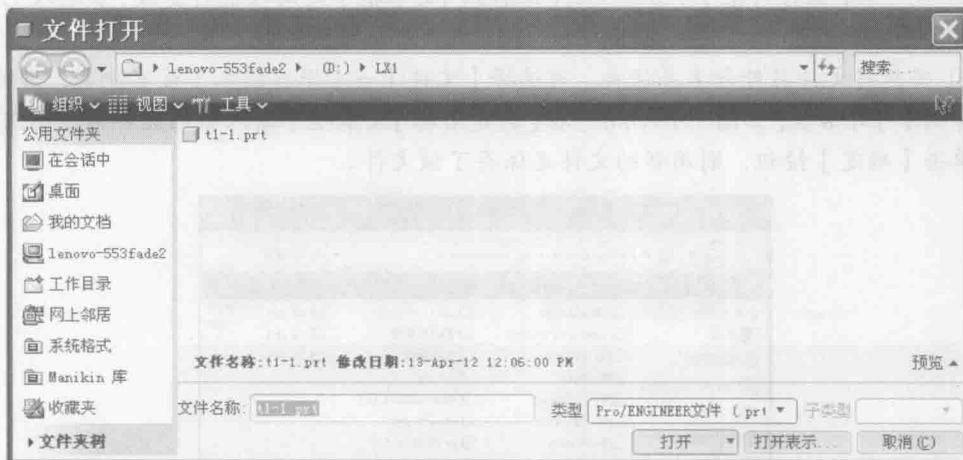

图 1-8 【文件打开】对话框
(1) 单击工具栏中的【打开】图标, 或者选择主菜单中的【文件】→【打开】命令, 系统弹出【文件打开】对话框, 如图 1-8 所示。